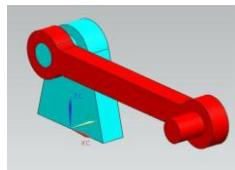
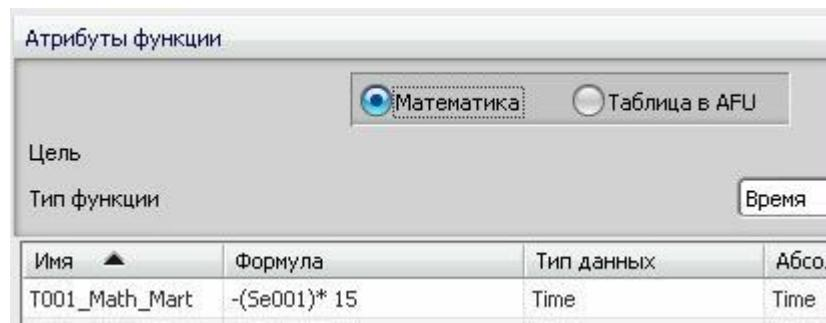

рис.127
рис.129
- Рассмотрим пример (рис.127, 128). Необходимые модели деталей возьмите в директории **Prim_Moment_Funk**. Нет ничего нового в этом примере: красный маховик раскачивается под действием собственного веса. Но сейчас мы постараемся демпфировать эти колебания как можно скорее. Для этого введем в наш вращательный шарнир **скалярный момент**, величина которого будет определяться очень простой функцией **T001_Math_Mart** (рис.129).